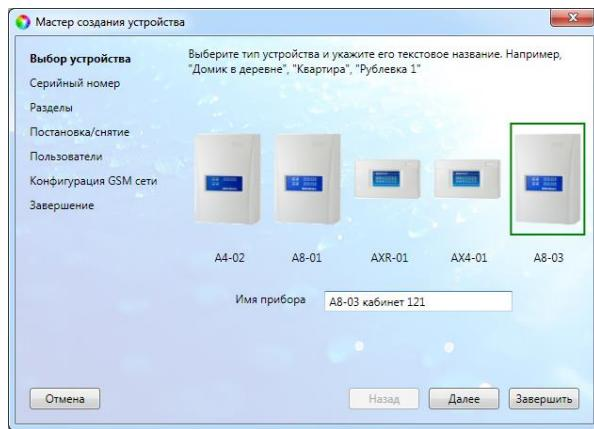

Рис. 5.5. Окно Выбор устройства
- В следующем окне *Выбор устройства* будет автоматически определен тип контроллера. Задайте в этом окне имя контроллера (удобно именовать контроллер по объекту, на котором он будет использоваться, например: A8-03 квартира; A8-03 дача), см. рис. 5.5.